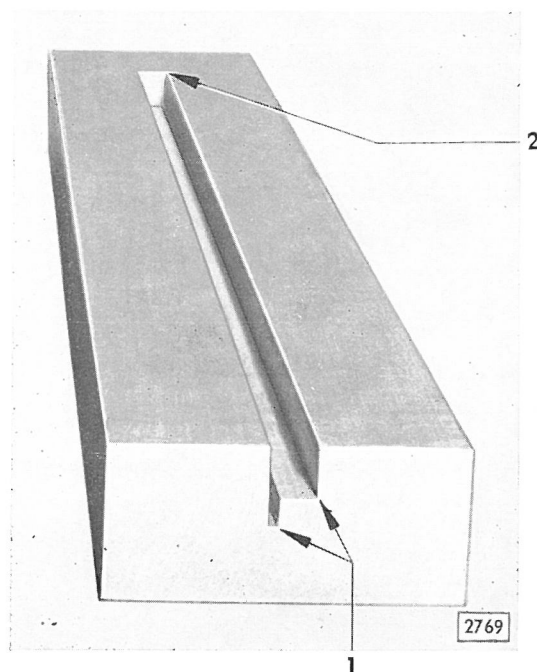

Bild 25 - Aufnahmeholz für linkes Seitenwand-Ausstellfenster (Für rechtes Seitenwand-Ausstellfenster spiegelbildgleich)
4. Für das Zusammendrücken von Glasscheibe mit Gummifassung und Fensterrahmen wird die Verwendung eines Aufnahmeholzes (Bild 25 und 26) empfohlen.